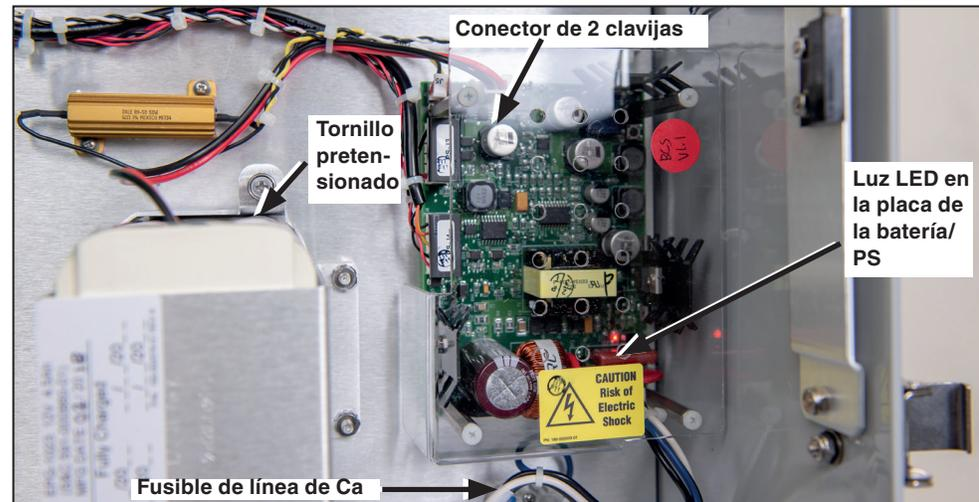
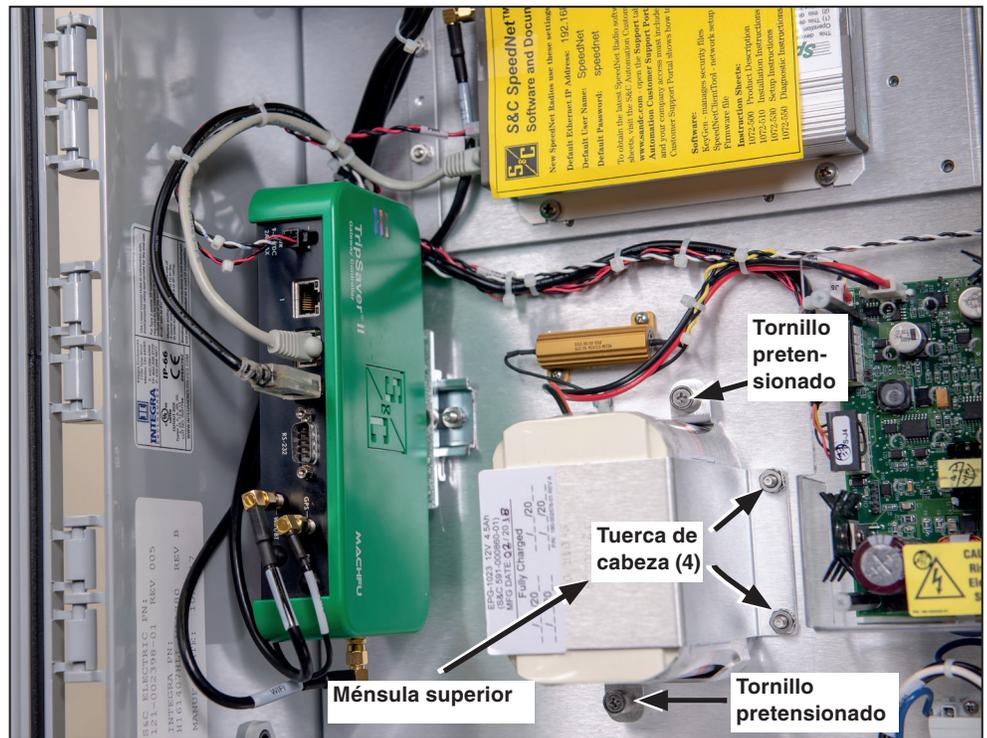

Figura 5. Desconexión del fusible de la línea de Ca e instalación de la batería.
Figura 6. Instalación de la batería.
Una batería de respaldo para soportar la pérdida de la energía de control y la función de la operación en grupo, si se especifica, es suministrada, instalada de fábrica en el gateway de comunicaciones. Para los clientes que no escogieron inicialmente no contar con una batería de respaldo, un kit del sistema de batería de respaldo (903-002460-01) puede ser adaptado al gateway de comunicaciones. Vea la Figura 5 y Figura 6 en la página 15.
PASO 2. Remueva la batería preinstalada ubicada en la sección media del fondo del gabinete. Vea la Figura 6.
- Desconecte las conexiones eléctrica roja y negra de la batería del conector blanco de 2 clavijas en la placa de la batería/PS. Vea la Figura 5 en la página 14.